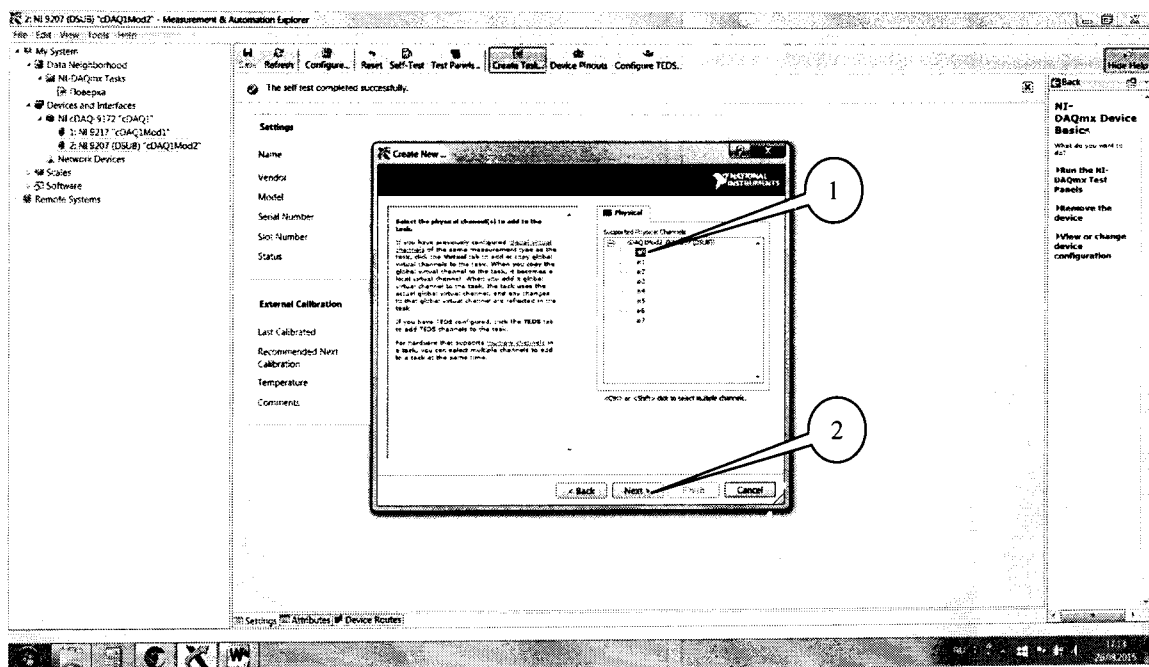

Рисунок 3.
7.3.2 В появившемся окне (рисунок 3) в перечне каналов выбрать канал «ai0» (1) и нажать кнопку «Next» (2). В следующем окне в строке запроса указать новое наименование проекта (например, «Поверка 9207») и нажать кнопку «Finish».